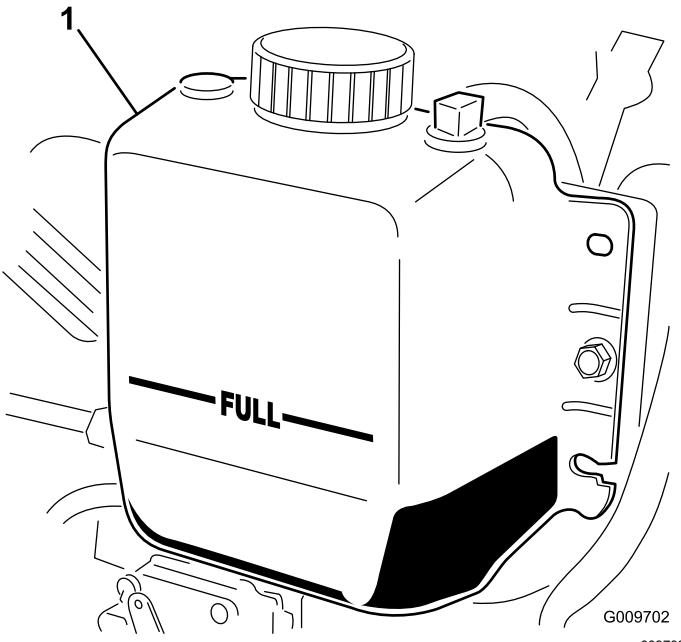

Figura 37
- Nota:** Il radiatore deve essere riempito fino alla parte superiore del collo del bocchettone ed il serbatoio di espansione fino al segno di pieno (Figura 37).